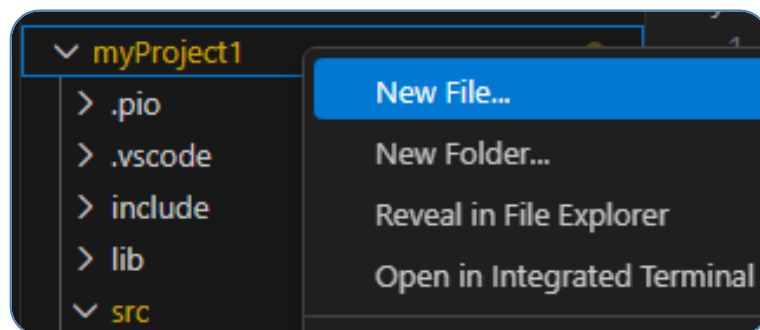

Рис. 1.15. Додавання файлу до проекту
- h. Щоб симулятор «знав», що і як запускати, потрібно додати (рис. 1.15) у проект два файли **wokwi.toml** та **diagram.json**.